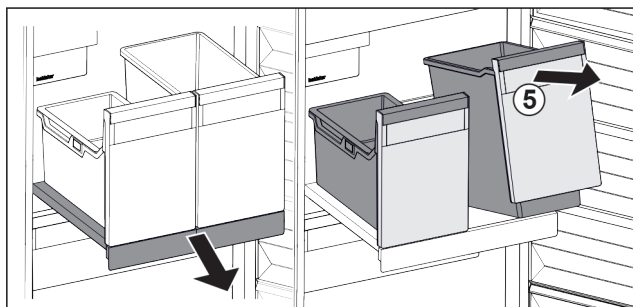

Fig. 139
- Emelje meg a tároló Fig. 139 (5) elejét.